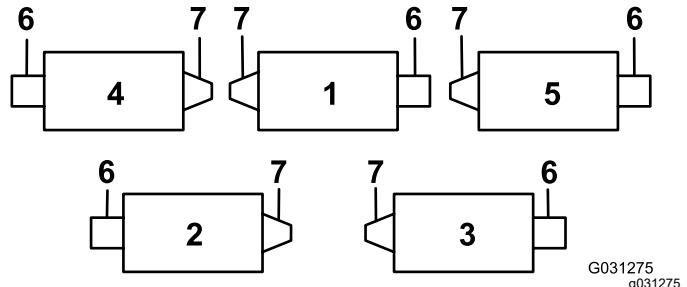

Bild 12
**Wichtig:** Montieren Sie an den Schneideeinheiten Nr. 4 (vorne links) und Nr. 5 (vorne rechts) die Schlauchführungen mit den Befestigungsmuttern der Stangenhalterung vorne an den Schneideeinheitennasen. Die Schlauchführungen sollten sich zur mittleren Schneideeinheit neigen (Bild 12 bis Bild 14).
7. Verbessern Sie die Lenkung an den Heckschneideeinheiten, indem Sie die zwei Gelenkdistanzstücke, Sechskantschrauben und Bundmuttern (Bild 15) von den Trägerrahmen der Heckschneideeinheiten (Schneideeinheiten Nr. 2 und Nr. 3) entfernen, siehe Bild 12.